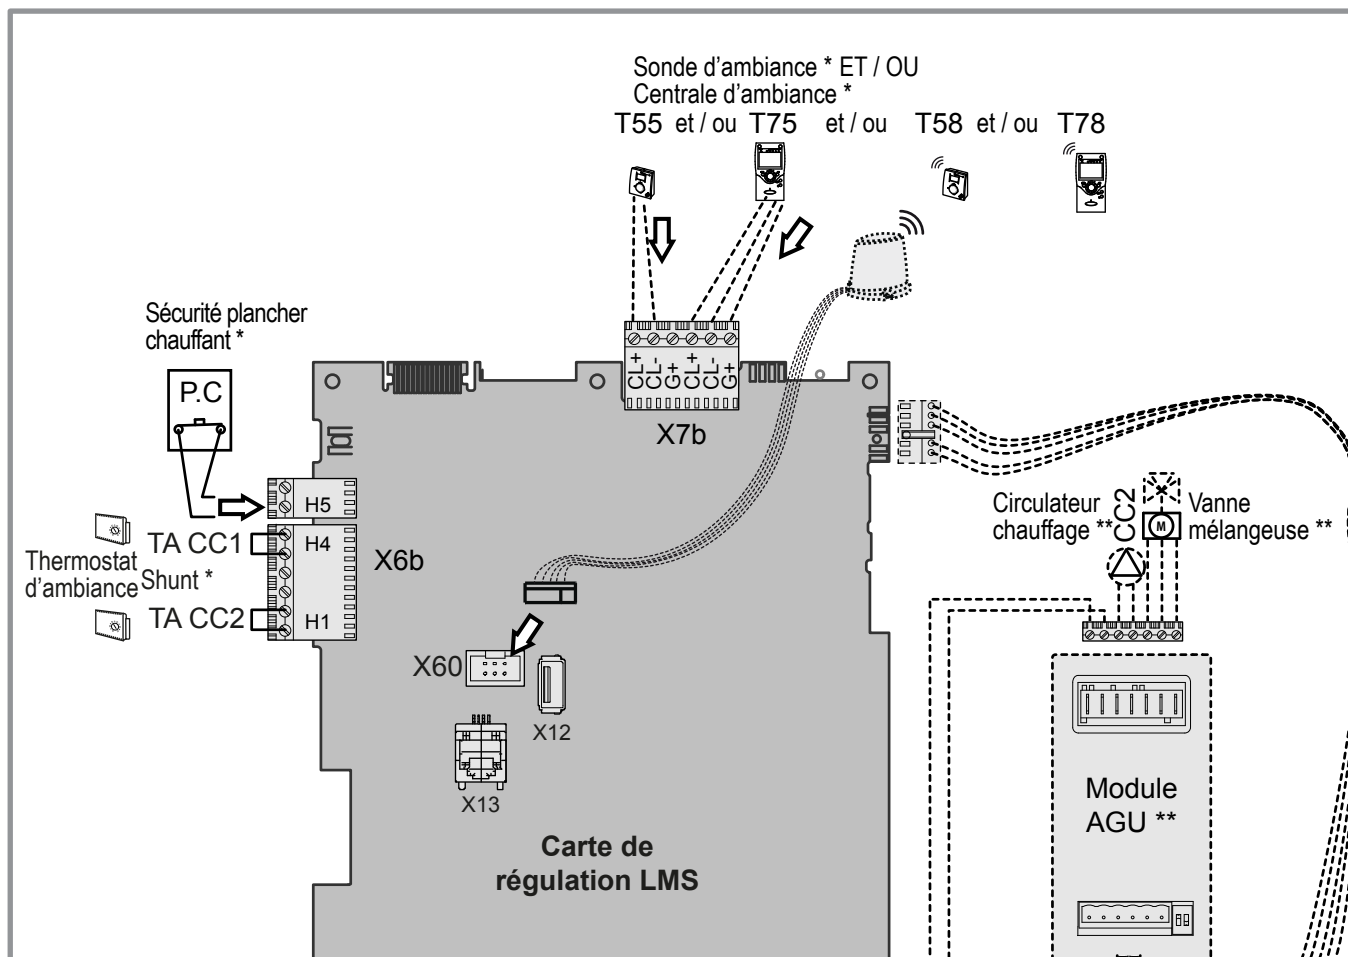

figure 28 - Raccordements sur la carte de régulation (accessoires et options)
• Installation équipée d'une ou deux sondes d'ambiance (T55) : Raccorder chacune des sondes sur l'une des bornes CL+ et CL- de la carte de régulation de la chaudière à l'aide du connecteur fourni (*figure 28*, page 23).